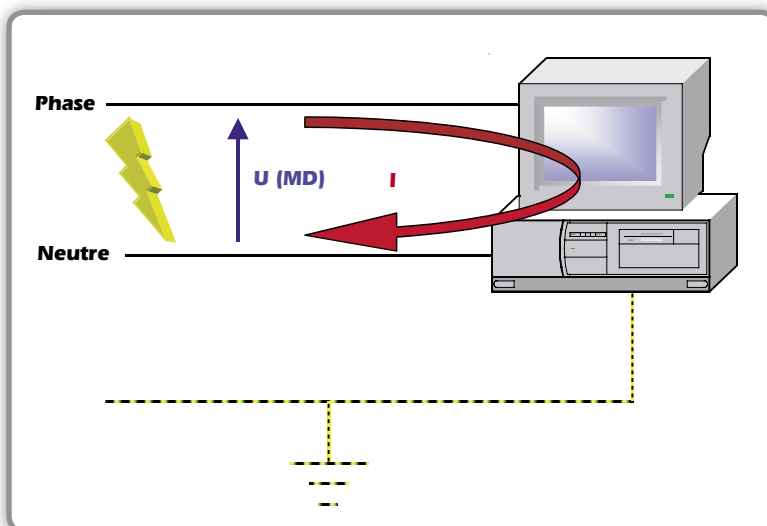

figure 5
- protection en Mode Différentiel (MD) : protection contre les surtensions se produisant entre phases et /ou entre phase et neutre (figure 5)